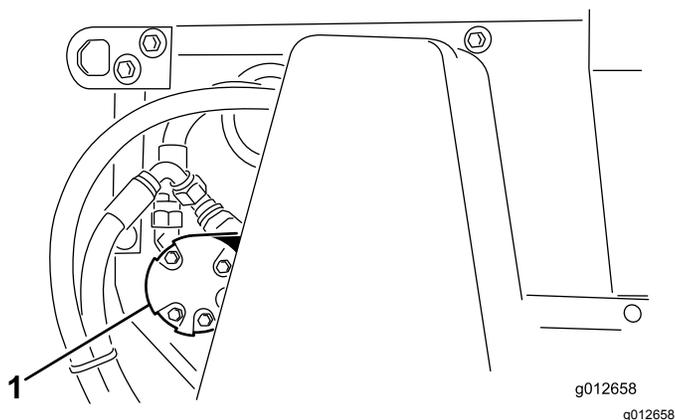

Рисунок 38
2. Ослабьте гайки крепления гидромотора щетки (Рисунок 38) на левой стороне машины.